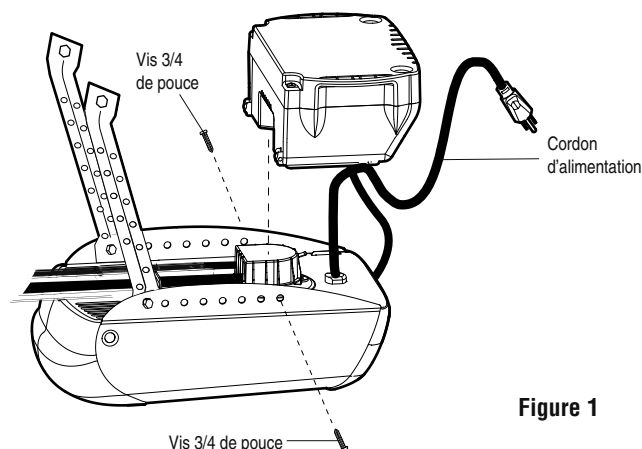

Figure 1
- Placer SPU au-dessus du moteur. S'assurer que le cordon d'alimentation du moteur est libre, et ne se trouve pas bloqué en dessous de la SPU. Ainsi placée au-dessus du moteur, SPU doit être parfaitement stable. Modifier légèrement l'emplacement de la cornière pour que celle-ci ne gêne pas l'installation de la SPU (Figure 1).